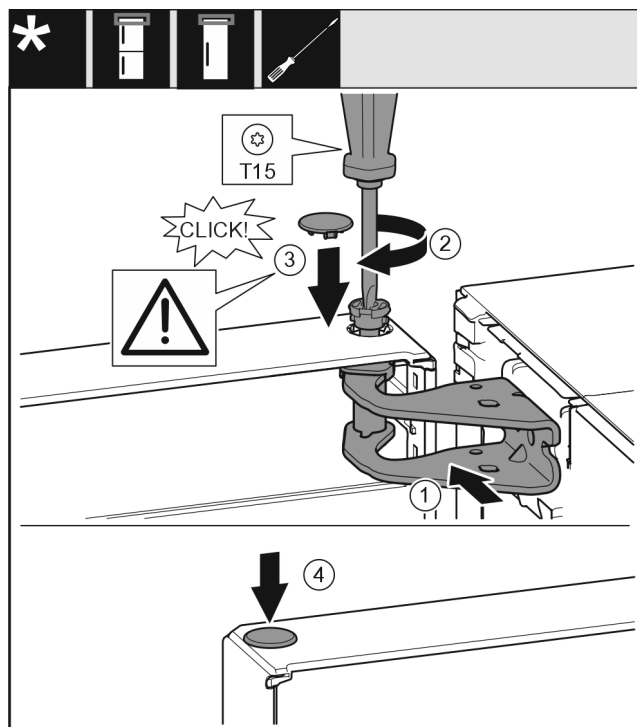

Fig. 19
- Dveře nahoře vyrovnejte s otvorem ve stojanu ložiska Fig. 19 (1).
- Vložte čep Fig. 19 (2) a pevně jej utáhněte šroubovákem.
- Nasadte kryt Fig. 19 (3).
- Zkontrolujte, zda kryt Fig. 19 (3) doléhá na dveře.
- Nasadte kryt Fig. 19 (4).